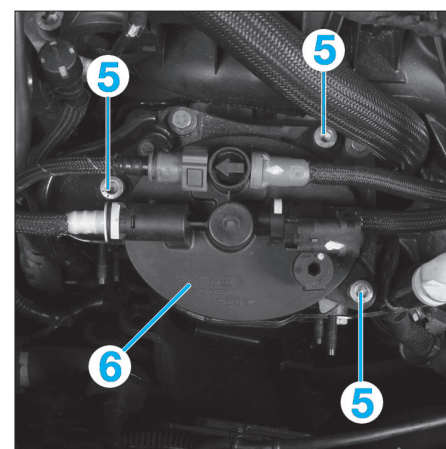

Fig. 43
- Déposer la protection (4).
- Fermer la vis de purge (1).
- Déposer les vis (5) (Fig.43).
- Soulever le filtre à carburant (6) et débrancher le connecteur situé sous le filtre.
- Déposer le filtre à carburant (6).